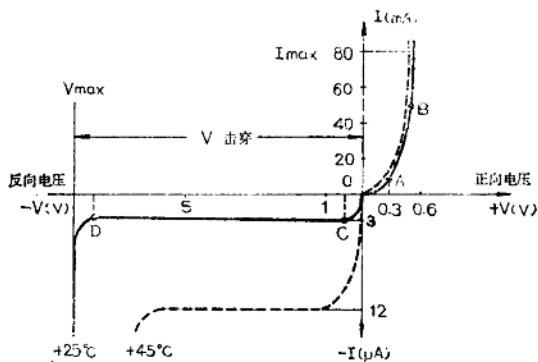
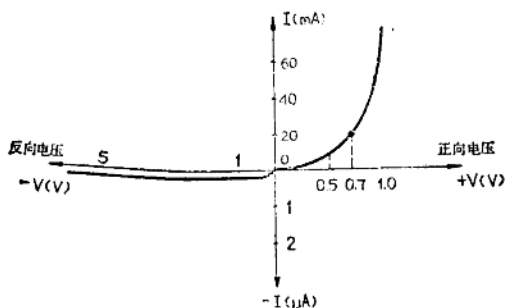

图 1-8
图 1-9
加到二极管两端的电压与通过二极管电流的关系曲线，叫晶体二极管的伏安特性。图1-8为锗二极管典型伏安特性曲线。图1-9为硅二极管典型伏安特性曲线。图中，横轴表示电压，原点右侧轴线代表正向电压值（伏），左侧代表反向电压值（伏）；纵轴表示电流，原点上部为正向电流值（毫安），下部为反向电流值（微安）。
来描叙，现以图1-8为例说明如下。
a. 当 $V = 0$ 时， $I = 0$ （图1-8中原点 0）
b. 当正向电压从0向+0.3伏增加时（图1-8中O—A曲线段）
c. 当正向电压由+0.3伏再增加时（图1-8中A—B曲线段）
随着正向电压继续上升（如图1-8中B点以后），正向电流也将急剧增大，当电流超过二极管的最大极限值时（如图中 I_{max} ），二极管将损坏。所以在使用时要注意正向电流不能大于这个极限值。
a. 当反向电压从0到-0.5伏变化时（如图1-8中O—C曲线段）
b. 当反向电压加到-0.5伏以后时（图1-8中C—D线